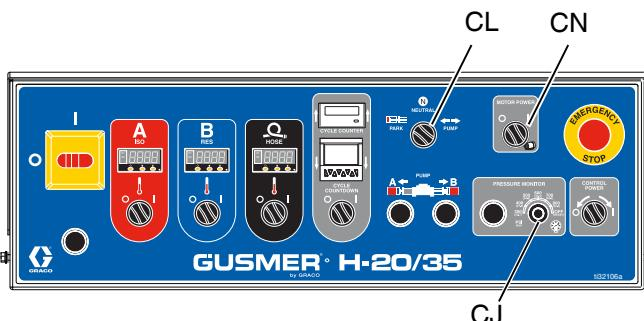

Рис. 39
9. Поверните ручку выключателя контроля давления (CJ) в положение ВЫКЛ. См. Рис. 39.
10. Запустите гидравлический двигатель, для чего поверните выключатель питания двигателя (CN) в положение ВКЛ. Затем поверните ручку переключателя управления насосом (CL) в положение НАСОС.